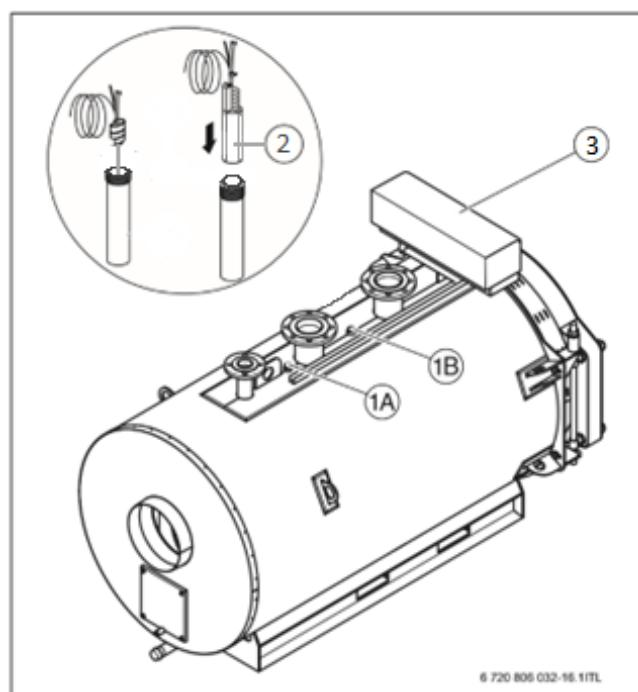
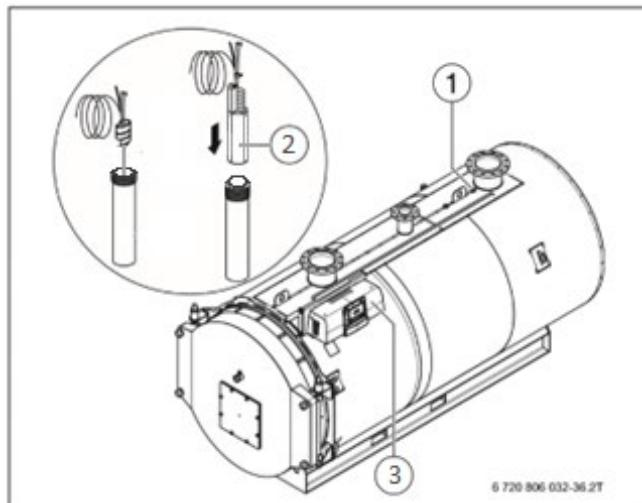

Рисунок 18 Установка датчика температуры SK 120 – 820 кВт
Рисунок 19 Установка датчика температуры SK 1040 – 1850 кВт
УВЕДОМЛЕНИЕ: возможно повреждение оборудования из-за неправильного положения датчиков! Датчики предохранительного ограничителя температуры (STB) и регулятора температуры (TR) **должны** устанавливаться в точках замера на верхней стороне котла (→ Рисунок 18 и Рисунок 19).
Датчики предохранительного ограничителя температуры (STB) и регулятора температуры (TR) должны устанавливаться в точках замера на верхней стороне котла (Рисунок 18 и Рисунок 19).